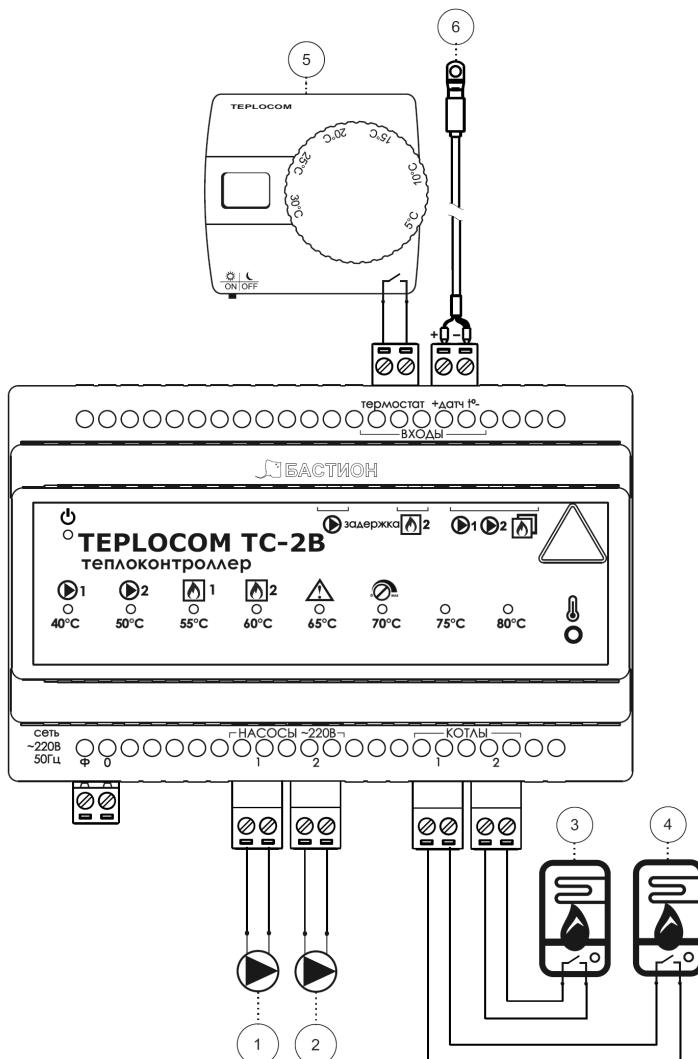

Рисунок 5 - Схема подключений
Подключение контроллера следует выполнять в следующей последовательности (см. рисунок 5):
- подсоединить к кабельной части разъемной клеммной колодки провода для подключения датчика температуры в соответствии с указанной на корпусе изделия маркировкой и полярностью (красный вывод датчика: «+», см. рисунок 5);
- подсоединить к кабельным частям разъемных клеммных колодок провода для подключения котлов, насосов и терmostата в соответствии с указанной на корпусе изделия маркировкой (см. рисунок 5);